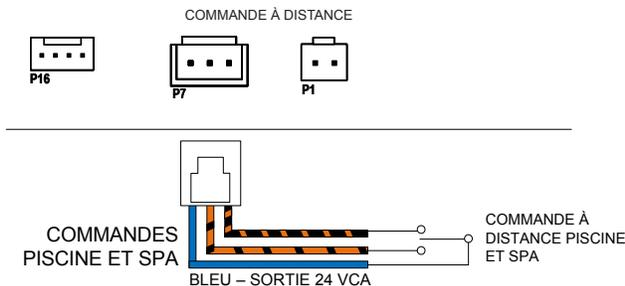

Figure 58. Installation du faisceau de la télécommande 3 fils
5. Sur le faisceau d'interface à 3 fils de la télécommande, connectez le fil BLEU d'un côté du contrôleur d'automatisation à distance et connectez le fil ORANGE/NOIR pour le fonctionnement « SPA » et le fil NOIR/ORANGE pour le fonctionnement « POOL ». Voir Figure 58.
6. Placez le faisceau de la commande à distance à 3 fils sur le connecteur « P7 » et mettez l'appareil sous tension. Voir Figure 58.
- Pour une commande à distance à 3 fils, connectez le fil BLEU d'un côté du contrôleur à distance et connectez le fil ORANGE/NOIR pour le fonctionnement « SPA » et le fil NOIR/ORANGE pour le fonctionnement « POOL ». Voir Figure 58.